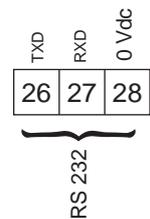

Fig. 23
26. - 27. - 28. **Collegamento PC:** Queste uscite permettono d'interfaciarsi con un PC che può eventualmente gestire più porte da un'unica unità centrale (fig.23).